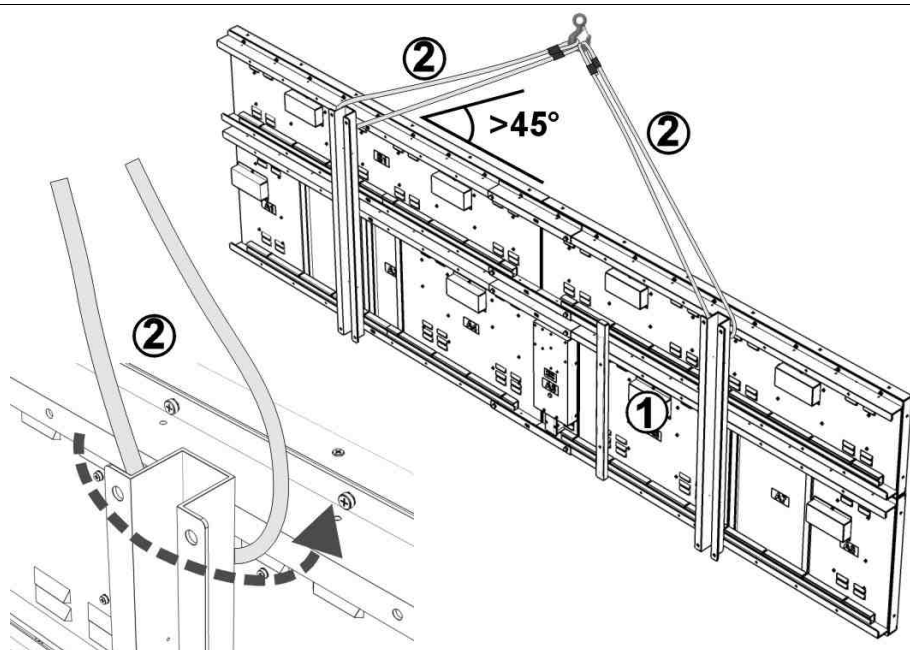

Fig. 13: Levantamiento del marcador
Para levantar el marcador pasar los cables de levantamiento por debajo del punto de unión entre el perfil horizontal de arriba y los perfiles verticales (Fig. 13). Recomendamos:
- Dejar un ángulo de amarre de los cables superior a 45° (véase Fig. 13) para limitar los esfuerzos ejercidos sobre los perfiles del marcador.